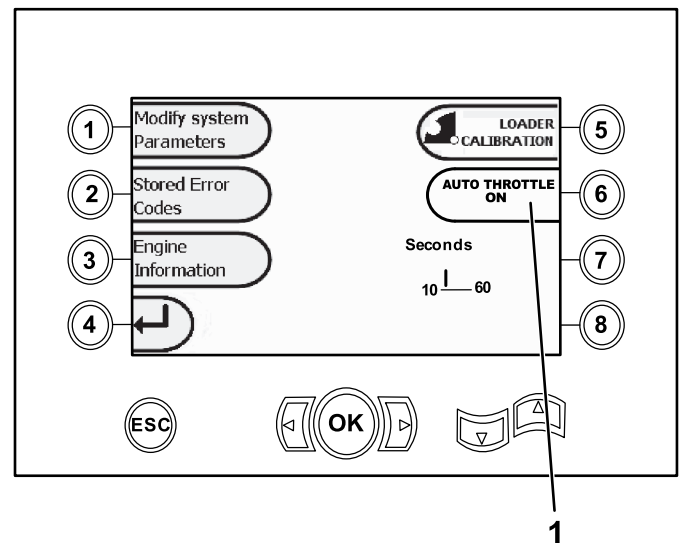
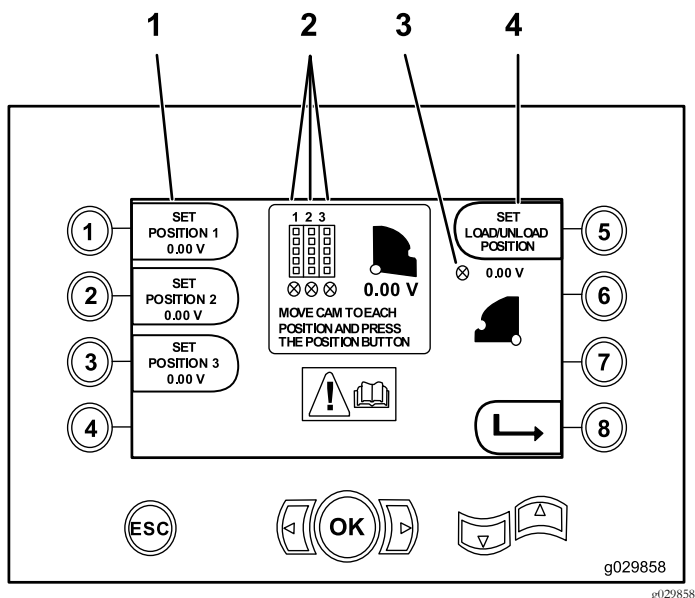

Bild 18
Bild 26
Nur ab Softwareversion K: Auf diesem Bildschirm kalibrieren Sie die Ladernocken (Bild 18), wie in Bild 26 beschrieben.
Nur ab Softwareversion V: Verwenden Sie diesen Bildschirm für die automatische Gasbedienung (Bild 18).
Drücken Sie die Taste 1 auf dem Bildschirm „Diagnose“ und „Update“ (Seite 7), um auf diesen Bildschirm zuzugreifen, und wählen Sie „Modify System Parameters“ (Bild 18).
- Taste 1: Position 1 einstellen (Bild 26)
- Taste 2: Position 2 einstellen (Bild 26)
- Taste 3: Position 3 einstellen (Bild 26)
Drücken Sie die Taste 5 (Bild 26), um die Lade- oder Entladeposition einzustellen.